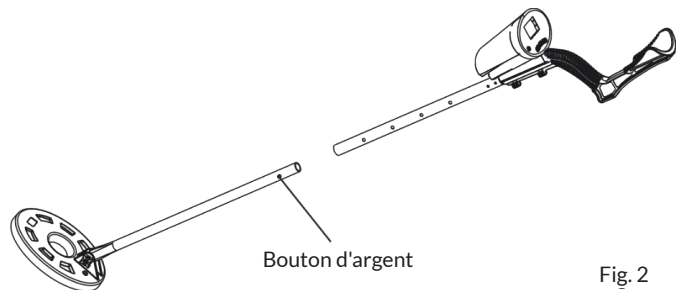

Fig. 2
2. Appuyez sur le bouton argenté de la tige en plastique et poussez la tige en aluminium noire dans la tige en plastique. Dès que le bouton argenté dépasse de la barre noire, vous pouvez utiliser l'appareil. La barre en aluminium noire comporte quatre trous pour vous permettre de régler la longueur des barres de manière à pouvoir garder les bras droits confortablement et que la sonde de recherche soit toujours à environ 1,5 cm du sol (voir figures 2 et 3).